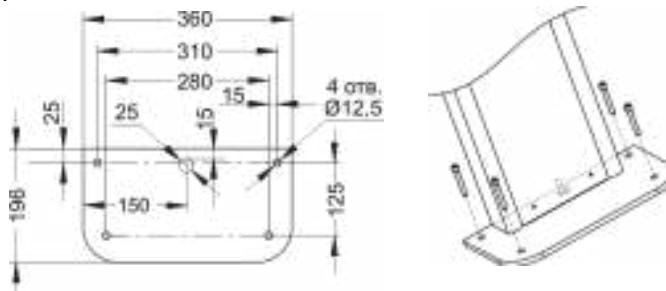

Рисунок 5. Установка турникета на основание
- Выполните разметку четырех крепежных отверстий основания турникета отверстия для подвода кабеля (если требуется) «по месту». (анкерные болты в комплект поставки не входят) см.рис.5.